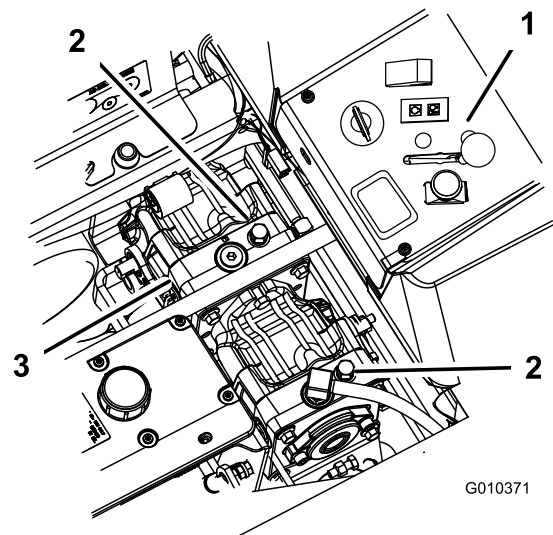

Figure 37
2. Tournez les vannes de dérivation d'un tour dans le sens antihoraire pour pousser la machine. Figure 37
Tournez les vannes de dérivation d'un tour dans le sens horaire pour conduire la machine (Figure 37).